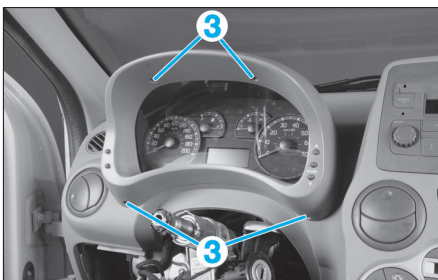

FIG. 12
- les vis de fixation (3) (Fig.12), puis extraire l'encadrement du combiné d'instrument,